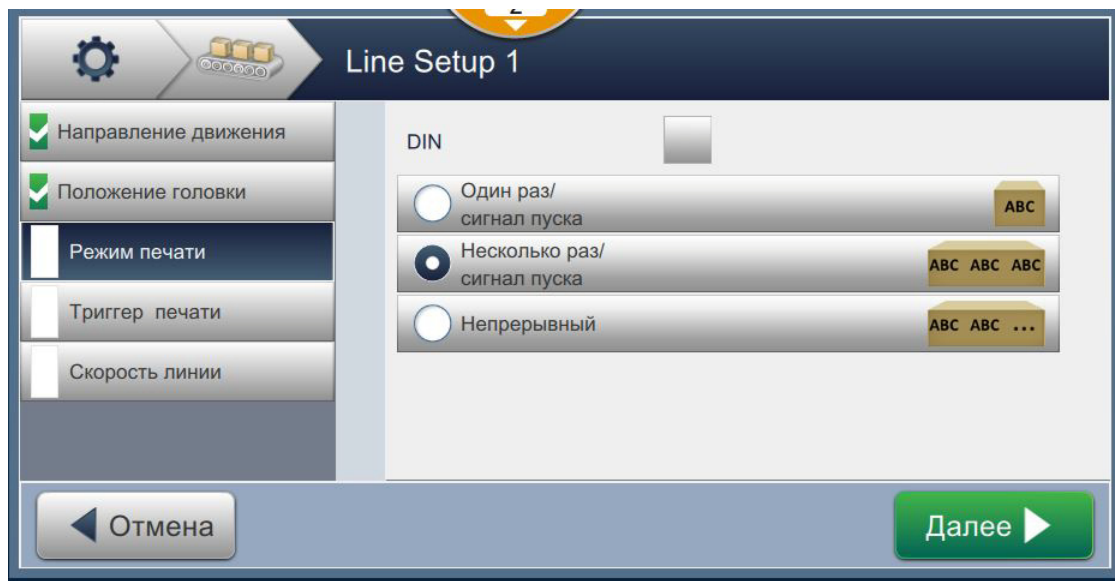

Рис. 6-30: Режим печати – множественный
2. Измените параметры на экране «Параметры», нажмите кнопку , чтобы задать режим, как показано на Рис. 6-30.